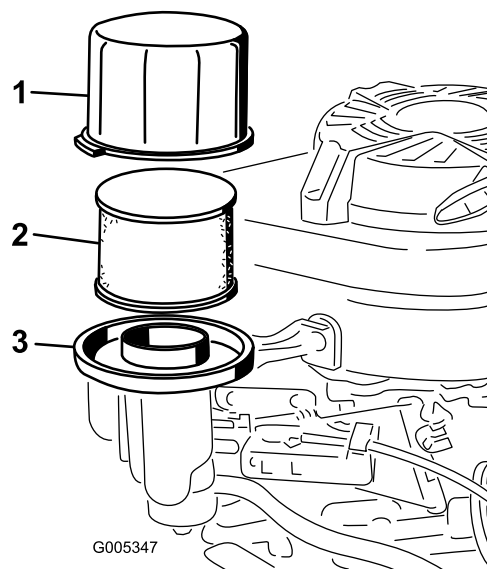

Рисунок 23
3. Снимите крышку и тщательно очистите ее (Рисунок 23).
4. Снимите поролоновый фильтр предварительной очистки и бумажный воздушный фильтр с основания воздухоочистителя (Рисунок 23).